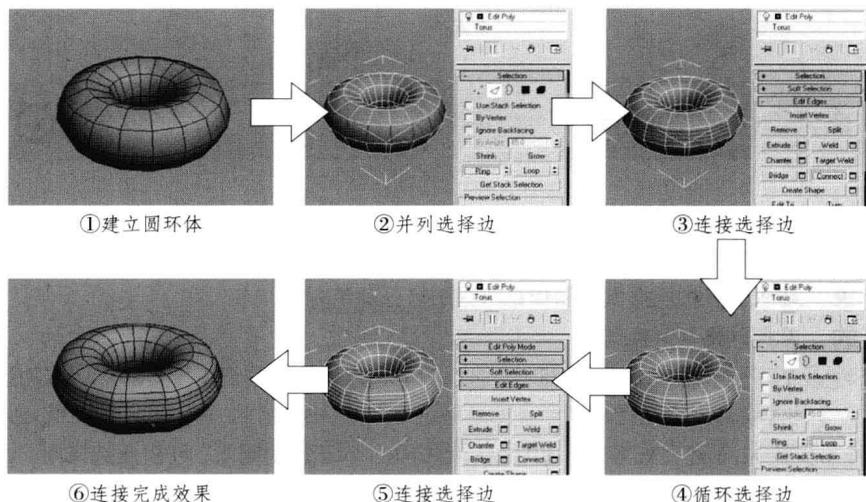

图3-5 直线连接总流程（步骤）图
四、制作流程及技巧分析 制作本例时，直线连接可以为选择的横线增加竖线，为选择的竖线增加横线。建立一个圆环体可以使用并列选择需要增加的竖边，然后循环选择竖边，再使用切角工具将一条边变为两条。本例分为6个制作总流程（步骤）：①建立圆环体、②并列选择边、③连接选择边、④循环选择边、⑤连接选择边、⑥连接完成效果，见图3-5。